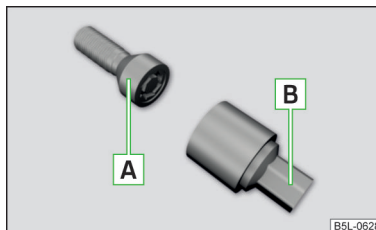

Fig. 322
Șuruburile de roată antifurt protejează roțile față de un furt. Acestea pot fi **slăbite/strânse** numai cu adaptorul **B** » fig. 322.
- Introduceți cheia de roți pe șurub până la capăt. Utilizați pentru șuruburile de roată antifurt adaptorul corespunzător » fig. 322 la pagina 299.